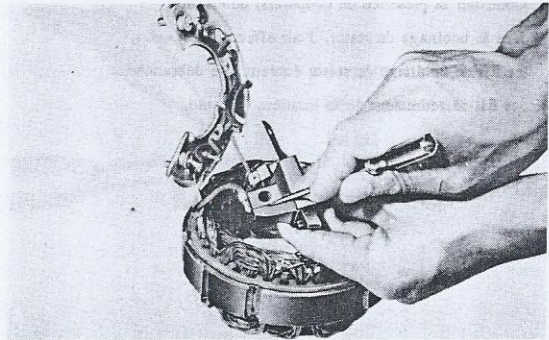

Fig. 6-45 Dépose du porte-balai
7. Déposer l'ensemble porte-balai de la manière suivante . (Voir Fig. 6-45)